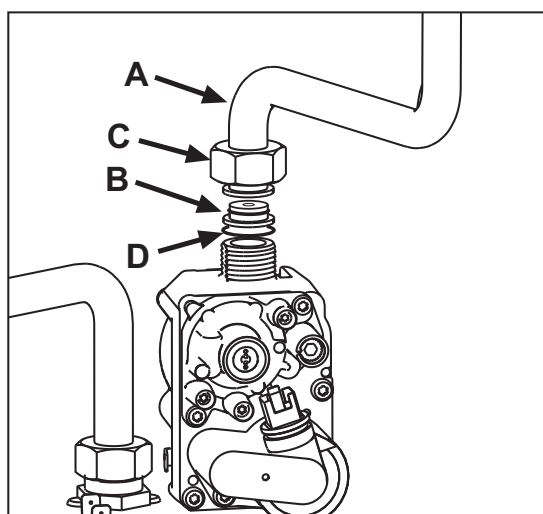

рис. 23
- Открутите колесико **C** и выньте газовую трубу **A** из газового клапана (см. рис. 23).
- Замените форсунку **B**, вставленную в газовую трубу, на форсунку, входящую в комплект для переоборудования, поместив между ними прокладку **D** (см. рис. 23).